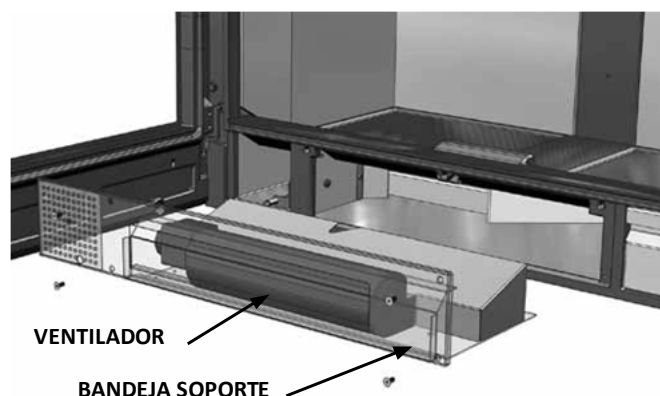

FIG. 2 - Nature 100
2. Una vez sueltos los 4 tornillos (**dos para las versiones Nature 70 / 80**) extraer la bandeja que soporta el ventilador (Fig.2). Debe tener especial cuidado a la hora de sacar la bandeja de no cortar o deteriorar el cableado.